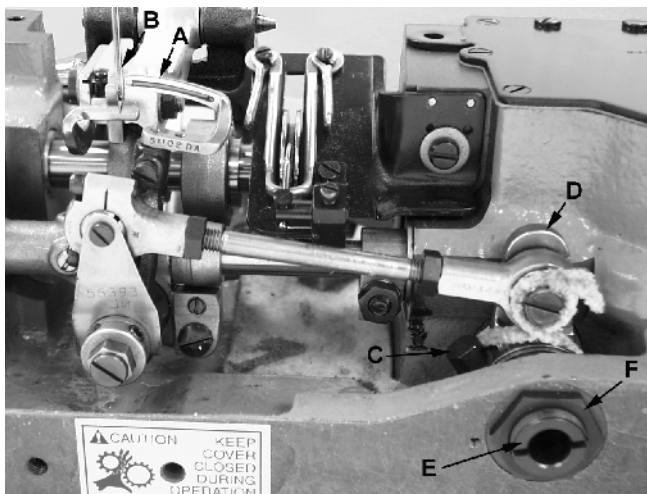
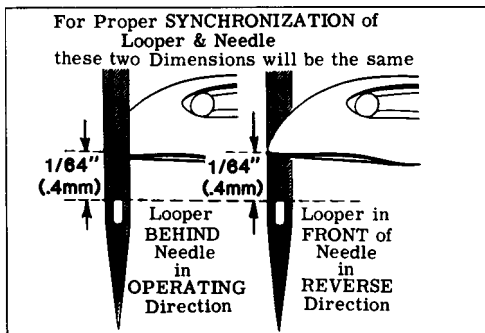
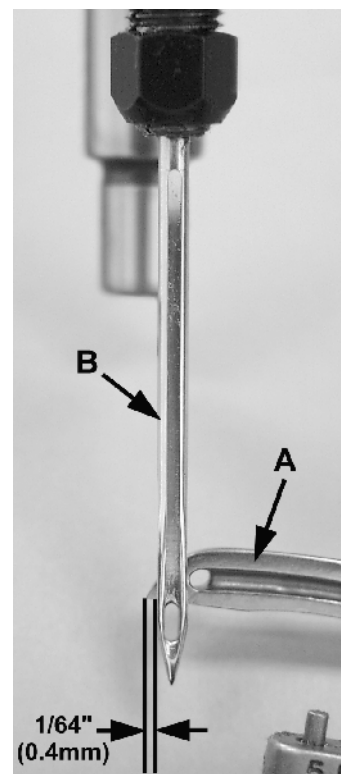

Fig 4
Fig 4A
Fig 8
Gire el volante en sentido de operación hasta que la punta del looper (A, Fig. 4), moviéndose hacia la izquierda, se encuentre al ras con el lado izquierdo de la aguja. Anote la distancia del ojo de la aguja en referencia a la punta del looper (vea Fig. 4A). Gire el volante en dirección reversa hasta que la punta del looper moviéndose otra vez hacia la izquierda se encuentre al ras con el lado izquierdo de la aguja (vea Fig. 4A). Si la distancia del ojo de la aguja a la punta del looper es la misma, los movimientos del looper y de la aguja están sincronizados – una variación de .005 pulgadas (.127 mm) es aceptable. Si la distancia desde el ojo de la aguja a la punta del looper es mayor cuando se gira el volante en sentido de la operación, hay que mover el eje de la palanca del accionamiento del looper suavemente hacia atrás. Moviéndolo hacia adelante tiene efecto contrario.
NOTA: La medida de 1/64 pulgadas (.4 mm) indicada en la Fig. 4 es para el ajuste definitivo de la altura de la barra de la aguja.
Suelte el tornillo (C, Fig. 4) en el eje (D) del accionamiento del looper. Tiene que fijar un perno con una rosca .146-40 o un tornillo UNION SPECIAL No. 22870 A en el eje del accionamiento del looper a través del centro del tornillo (E) para el ajuste del avance del looper. Dándole suaves golpes o halándolo se consigue la sincronización adecuada del eje. Apriete el tornillo (C) otra vez y remueva el perno o tornillo que utilizó para posicionar el eje.
Gire el volante hasta que la punta del looper se encuentre en la altura de la parte izquierda de la aguja. La altura de la barra de la aguja (A, Fig. 8) estará correcta cuando la parte superior del ojo de la aguja (B) se encuentre 1/64 de pulgada (.4 mm) debajo de la parte inferior del looper (vea Fig. 4). El ajuste se puede hacer soltando el tornillo (C, Fig. 8), moviendo la barra de la aguja (A) hacia arriba o hacia abajo como haga falta y apretando el tornillo otra vez.
La altura de la barra de la aguja (D, Fig. 8) es correctamente ajustada, si es posible de desmontar el pie prensa tela cuando la palanca del levantador del pie prensa tela, que esta ubicada en la parte trasera de la máquina y sobresale la tapa superior de la cámara del eje principal esté completamente activada (halada hacia la derecha). Debería existir una distancia de aproximadamente 1/16 de pulgadas (1,6 mm) entre la superficie inferior de la conexión de la barra de la aguja y la guía (E) contra la apertura en la carcasa cuando se suelte la palanca del levantador de prensa tela y el pie prensa tela reposa planamente en la placa de la aguja con los dientes de arrastre en su posición inferior.